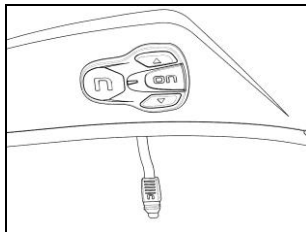

Fig. 5
- Coller le clavier sur la calotte puis appuyer sur toute la surface pour obtenir une adhérence parfaite (Fig. 5).